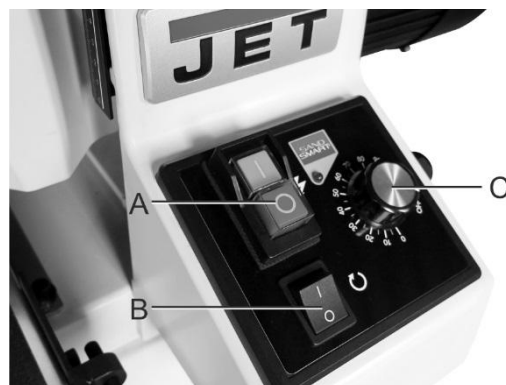

Abb. 9-1: Bedientafel
2. Den Hauptnetzschalter (A, Abb. 9-1) durch festes Drücken einschalten.
3. Den Kippschalter (B, Abb. 9-1) umlegen, um den Trommelmotor zu starten.
4. Den Geschwindigkeitsregelknopf (c, Abb. 9-1) der Fördereinheit zum Starten sowie zum Erhöhen der Geschwindigkeit im Uhrzeigersinn drehen.